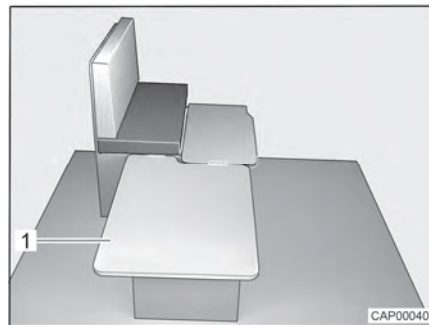

Bild 54 Während des Umbaus
- Einlegebrett (Bild 54,1) seitlich an der Sitzbank einhängen und auf den Tisch legen.